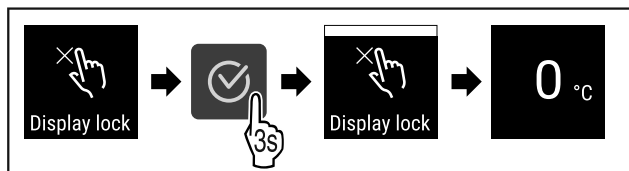

Fig. 76
- ▶ Genomför handlingsstegen (se Fig. 76).